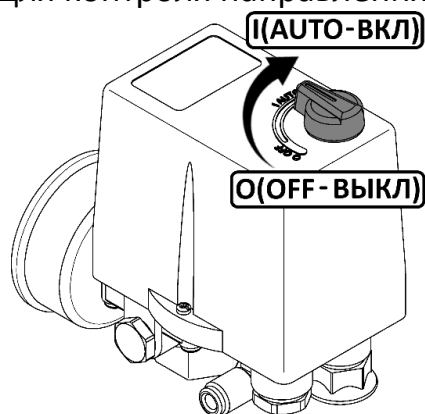

Рисунок 5
- Проверьте, чтобы выключатель на прессостате находился в выключенном положении "OFF" (см. рисунок 5).
Для пуска компрессоров СБ4/С-24.OLD20-3, СБ4/С-50.OLD20-3, СБ4/С-50.OLD20-3/10 после срабатывания защиты выполните следующие действия: после того, как двигатель остынет до допустимой температуры переключите выключатель на прессостате в положение "OFF" (рисунок 5), а затем включите компрессор переключив выключатель в положение "AUTO".